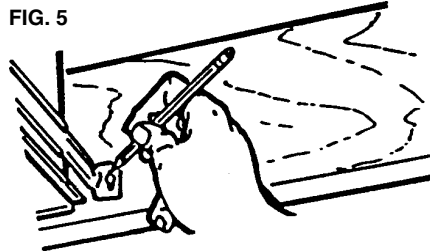

FIG. 6
3. Remove unit temporarily, and pound nails partially into joists at all four marked locations. (FIG. 6)
3. Saque la unidad por unos momentos, y clave los clavos parcialmente en las vigas en las cuatro posiciones marcadas. (FIG. 6)